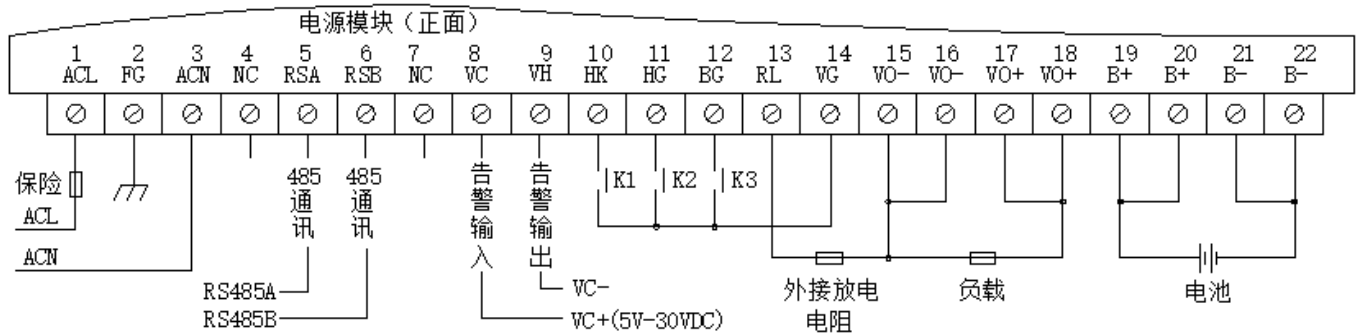

图 4 带通信接线示意图
7.5 活化放电端子 RL 的使用，接线见图 4 接线图，此端子为电池活化时加速电池放电所设，根据不同的电池容量选择放电电阻，当电源正常工作时，此电阻不工作，当电源进入活化状态时电阻接通对电池放电，放电电流的选择（推荐）：
- 2、请按图 4 正确接线, 切勿接错, 否则将造成电源永久性损坏。